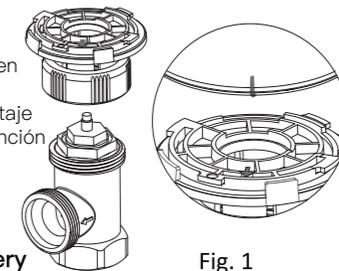

Fig. 1
Paso 5: Conecte el termostato y la placa de montaje Cuando "F1" deje de parpadear, busque el "punto de marca" del termostato, que se muestra en la Fig. 1. Gire en sentido horario para completar la conexión entre el termostato y la placa de montaje. Después de hacer clic en la (solo una vez), el termostato mostrará "F2". Cuando "F2" desaparece, mientras la pantalla permanece encendida, apague el termostato en el sentido de las agujas del reloj para ajustar la pantalla a su gusto.